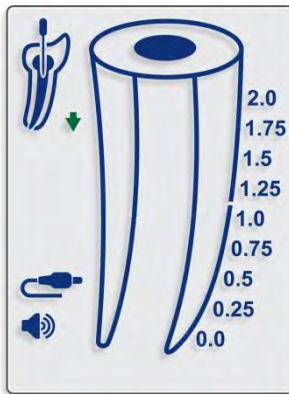
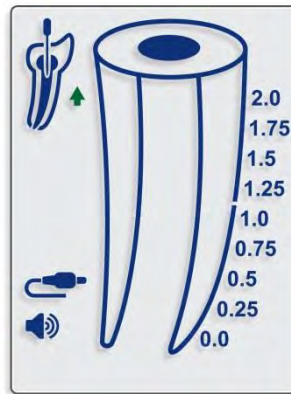

Abb. 5
Abb. 6
7.4.10. Die Bewegung der Feile im Kanal wird auf dem Display mit einem ABWÄRTSPFEIL (Abb. 5) und einem AUFWÄRTSPFEIL (Abb. 6) dargestellt.